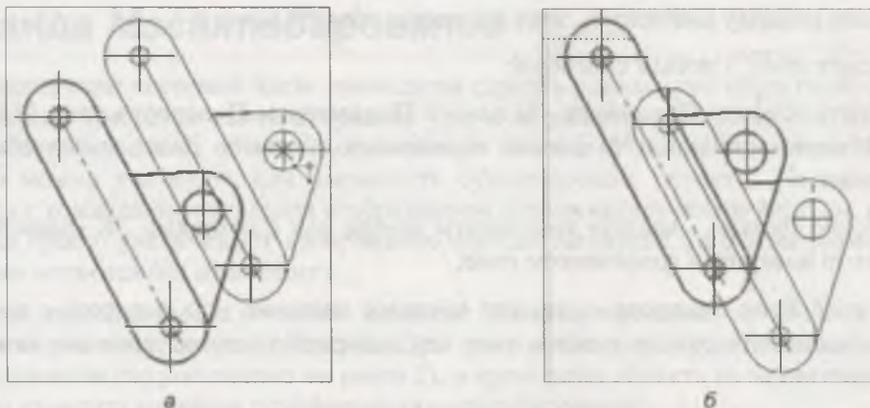

Рис. 11.3. Выполнение сдвига (а); сдвиг по углу и расстоянию (б)
- ◆ укажите ЛК мыши базовую точку на объекте или задайте ее новые координаты. При перемещении курсора появится фантом смещенного объекта (рис. 11.3, а);
- ♦ в поле **Расстояние** задайте значение 20. В графической области появился фантом смещенных объектов (рис. 11.3, б);